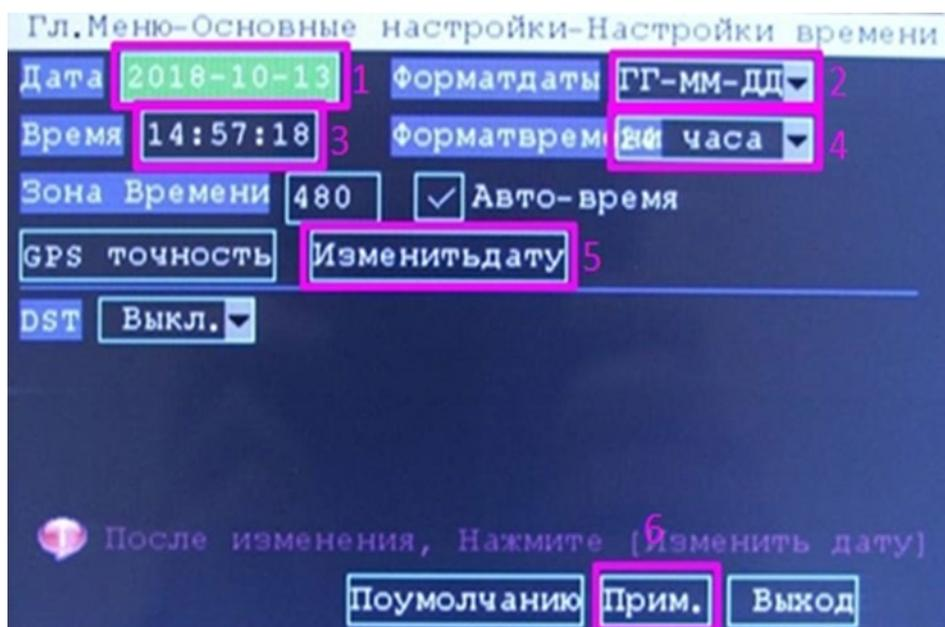

Рисунок 3.9 – Вид окна "Настройка даты и времени",
3.3.4.2 Для выхода из окна "Настройка даты и времени" с сохранением изменений активируйте поле "6" ("Сохранить"/"Применить"/"Прим."/ "Ок"). Для отмены активируйте поле "Выход" (см. рис. 3.9).